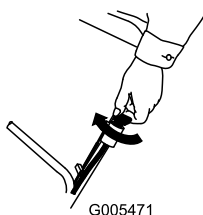
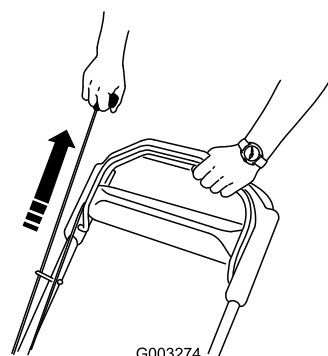

Figura 16
Figura 17
2. Gire la llave de contacto (Figura 16) (modelos de arranque eléctrico solamente) o tire del arrancador de retroceso (Figura 17).